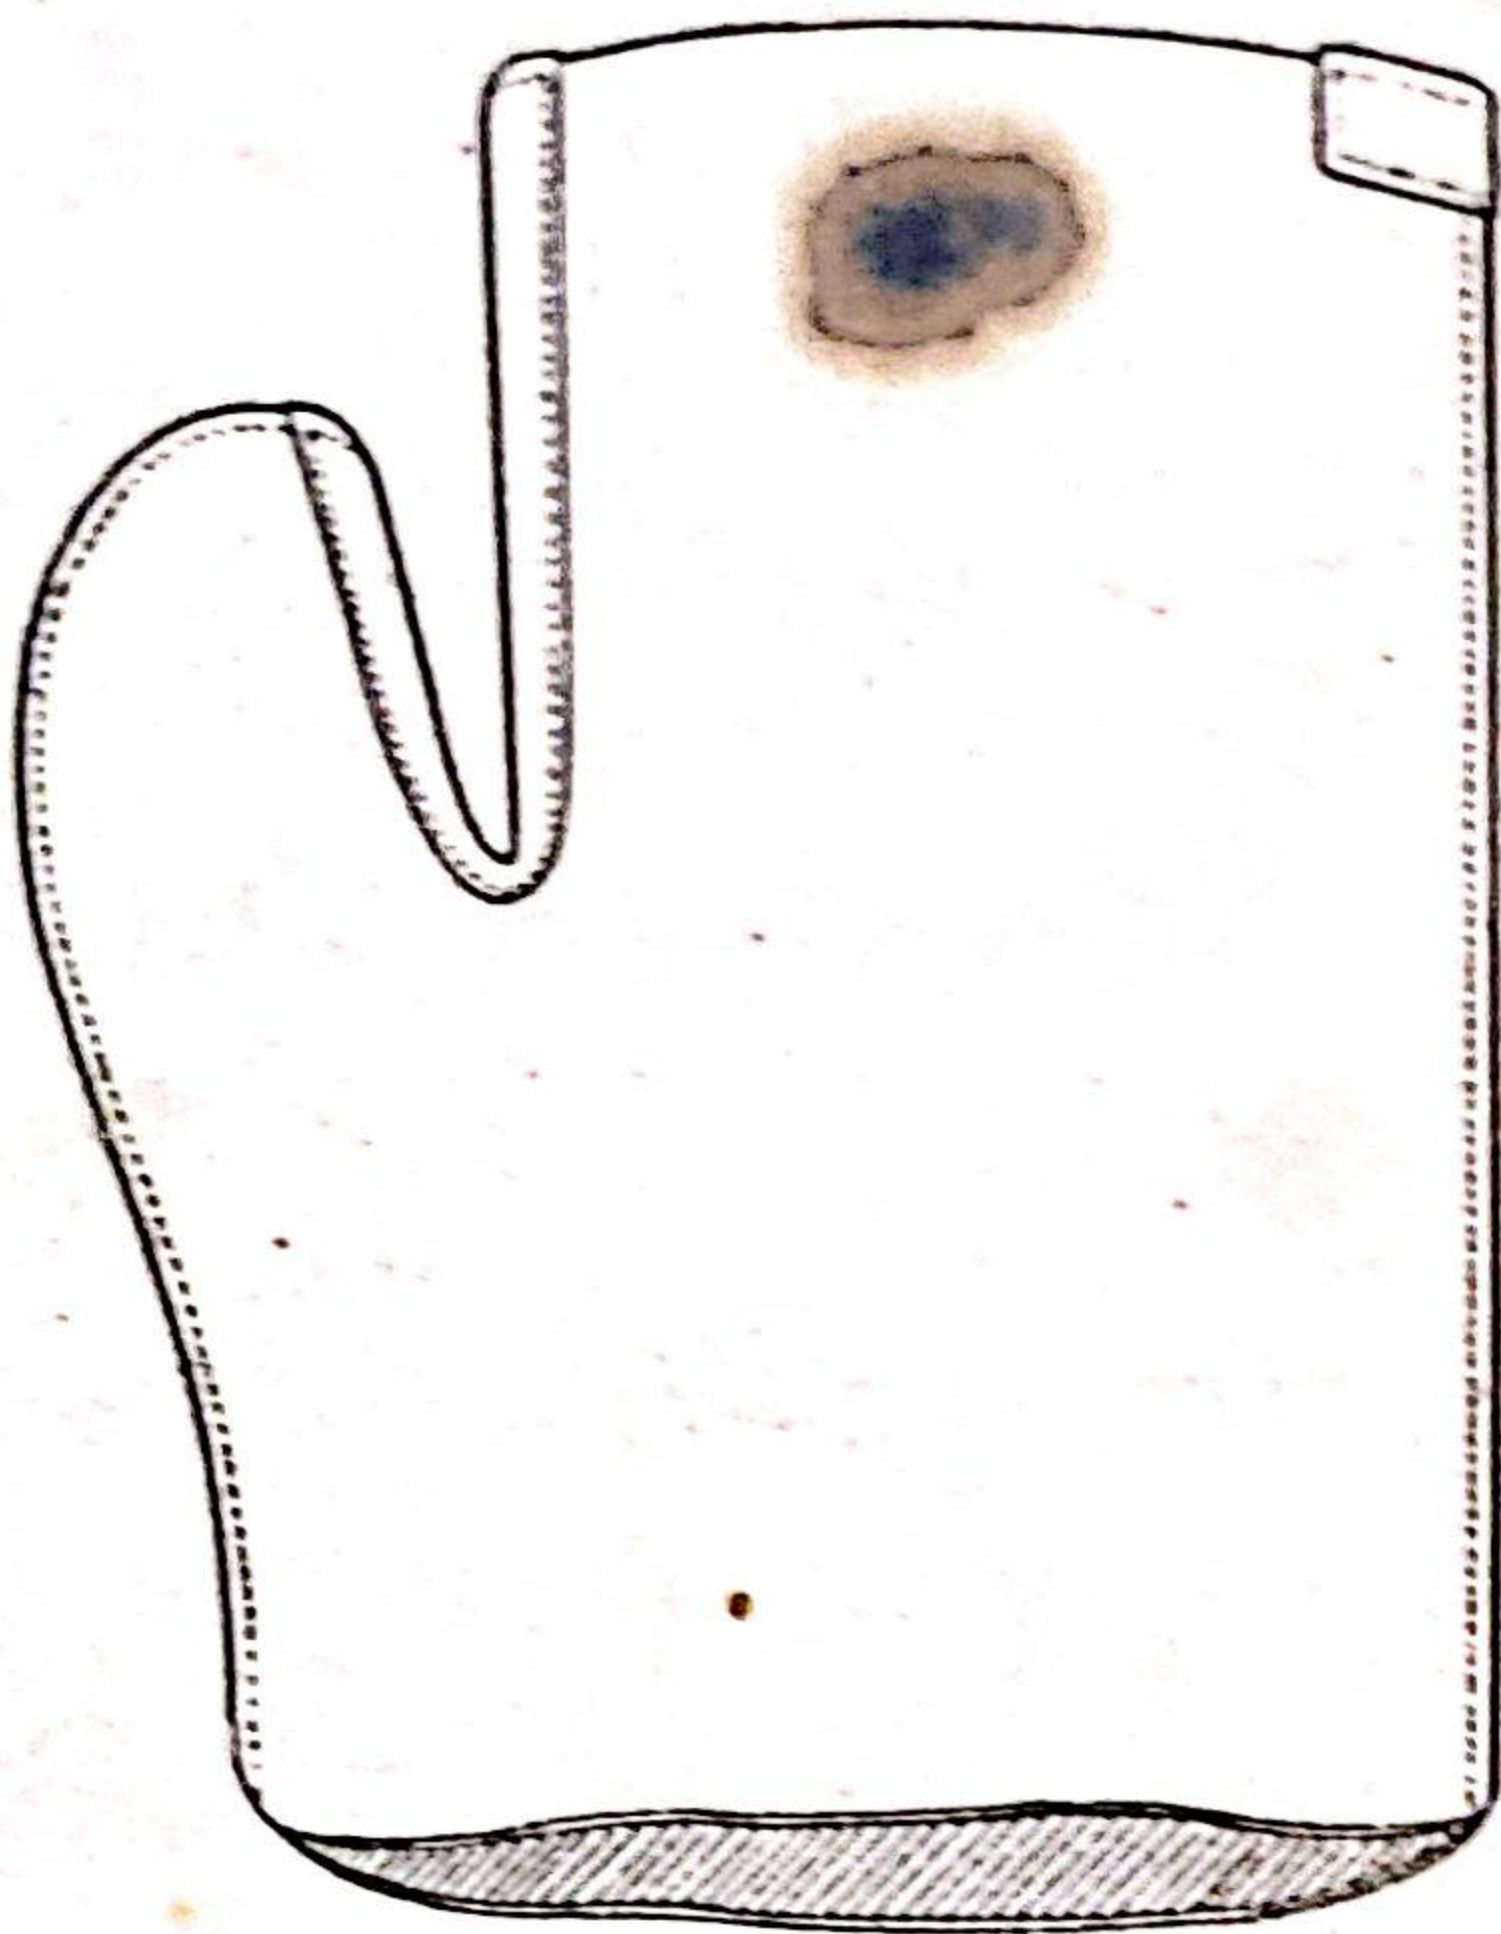

Bild 20.
36. Der Handschuh (Bild 20) ist ein Fausthandschuh zum Anziehen des Kabels. Er ist aus naturfarbenem Fahlleder mit der Fleischseite nach außen hergestellt, damit er rauher ist. Der Raum für den Daumen ist oben geschlossen, der für die übrigen Finger an den Fingerspitzen offen. Die Nähte sind durch aufgesetzte Lederstreifen verstärkt. Der Handschuh paßt an die rechte und an die linke Hand.